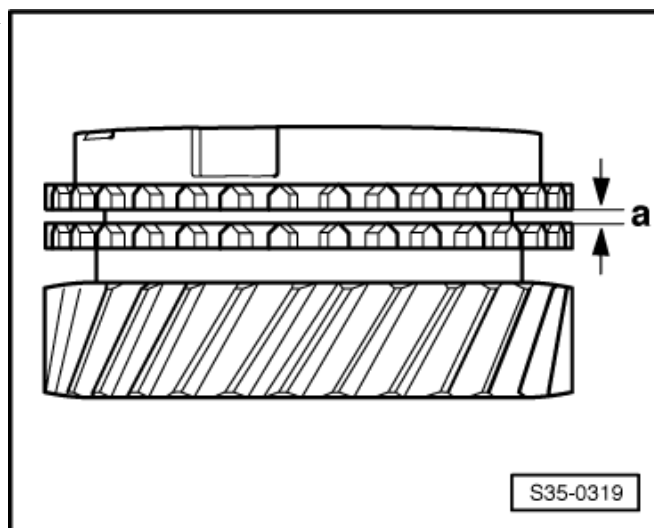
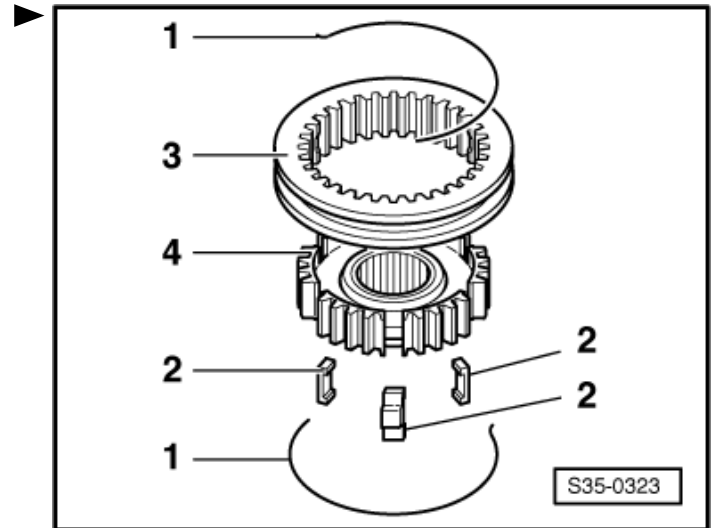

Abb. 12: Schiebemuffe/Synchronkörper 5. und 6. Gang zerlegen und zusammenbauen
Abb. 13: Zusammenbau Schiebemuffe/Synchronkörper für 5. und 6. Gang
- ☐ zerlegen ⇒ Abb. 12 in **35-3** Seite 7
- ☐ Zusammenbau Schiebemuffe/Synchronkörper ⇒ Abb. 12 in **35-3** Seite 7 und ⇒ Abb. 13 in **35-3** Seite 7
- ☐ Einbaulage ⇒ Abb. 13 in **35-3** Seite 7
- ☐ Einbaulage ⇒ Abb. 12 in **35-3** Seite 7